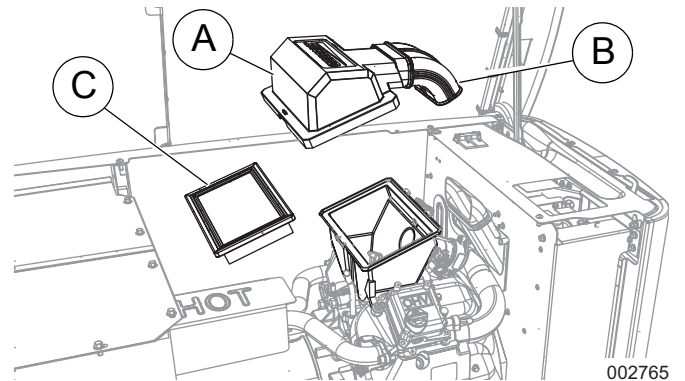

Figura 6. Extracción de la cubierta de la caja aire (11 a 22 kW)
1. Vea la **Figura 6**. Retire la cubierta de la caja de aire (A), codo de admisión (B) y filtro de aire (C).